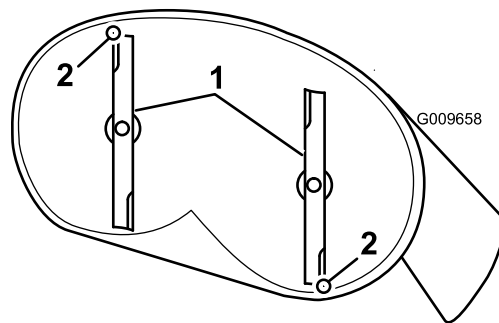

Figure 53
4. Faites pivoter les lames avec précaution pour faire passer les pointes avant à l'arrière (Figure 53).
5. Mesurez la distance entre la pointe de la lame avant et la pointe de la lame arrière par rapport à la surface plane (Figure 53).
9. Une fois le réglage effectué, vérifiez à nouveau l'inclinaison avant/arrière des lames; continuez d'ajuster l'écrou jusqu'à ce que la pointe avant de la lame soit de 1,6 à 8 mm (1/16 à 5/16 po) plus bas de la pointe arrière (**Figure 53**).